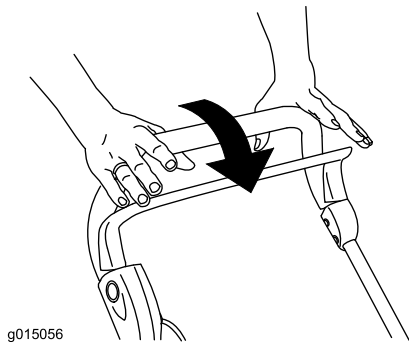

Figure 12
1. Relâchez la barre de commande (Figure 12).